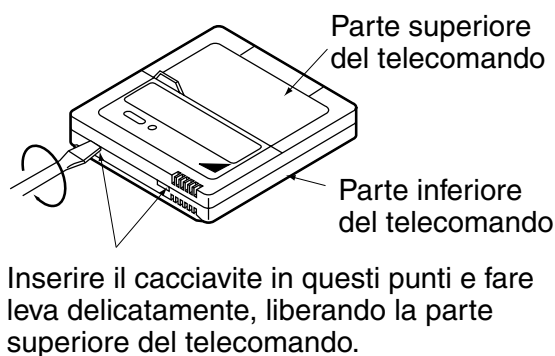

Fig. 22
- Quando si collegano fili della stessa sezione, collegarli come mostrato nella Fig. 22.
1. Inserire un cacciavite con la testa a cuneo nel recesso posto tra la parte superiore e quella inferiore del telecomando e rimuovere attentamente la parte superiore, facendo leva nelle 2 posizioni indicate. **(Fare riferimento alla Fig. 22)**